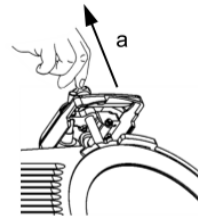

Fig. 34
- Para limpiar los elementos de moler, realice las siguientes operaciones (fig. 34, 35):
- tire del afilador (2) hacia arriba (b) y retírelo. El botón (1) debe coincidir con una ranura más ancha de la parte inferior (2);